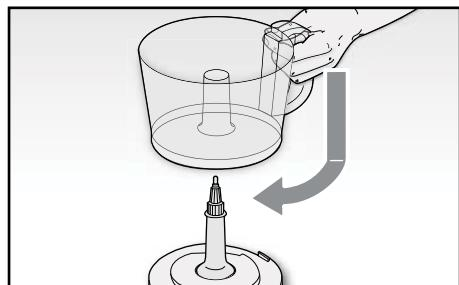

Fig. 3
- Collocare la ciotola (P) sul corpo motore (B) e bloccarla ruotandola in senso orario in modo che l'alella posta nella parte inferiore del manico si innesti perfettamente a scatto nella fessura sul corpo motore (Fig. 3).